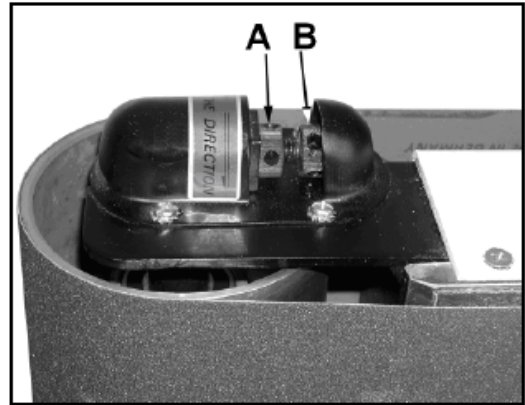

Рис. 11
Ослабьте контргайку (A) (Рис. 11). Движение ленты можно отрегулировать с помощью микрометрического винта (B). Снова затяните контргайку. Несколько раз на короткое время запустите двигатель и проверьте движение ленты.